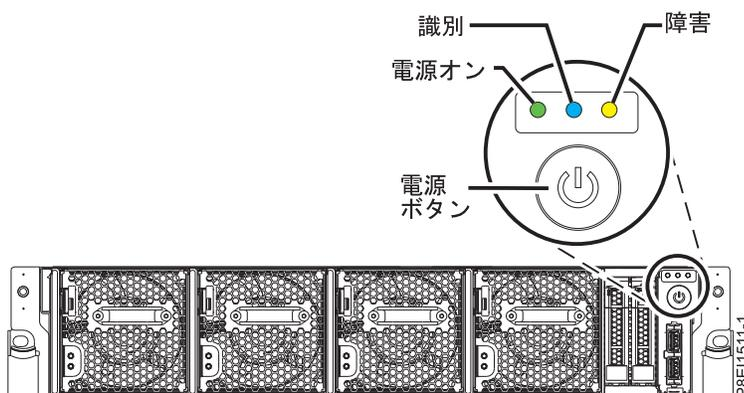

図 64. 電源ボタン
- 図 64 に示すパワーオン LED が明滅している。ライトが明滅している場合、装置にスタンバイ電源が供給されていることを示します。
3. 図 64 に示す電源ボタンを押します。パワーオン表示ライトが明滅を停止して点灯したままになり、システムの電源がオンになったことを示します。システムの冷却ファンが高速で作動し、約 30 秒後に運転速度に戻ります。